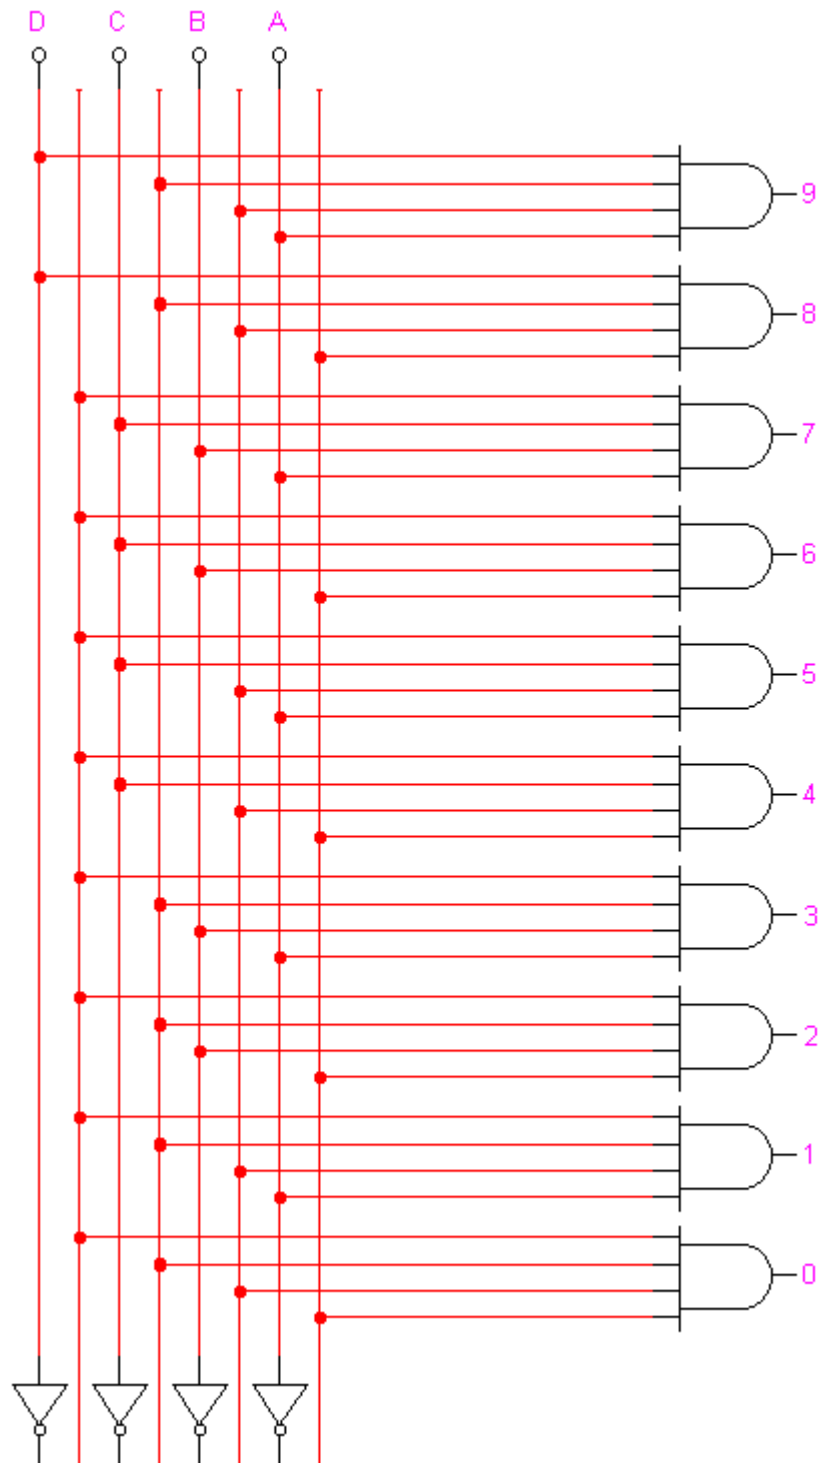

Figura 3 – Decodificador BCD
5. Ao se implementar o decodificador da **Figura 3**, notou-se que tudo estava perfeito, exceto que a saída correspondente ao decimal 7 permanecia sempre no nível lógico 1. Qual dos seguintes defeitos seria o mais provável?